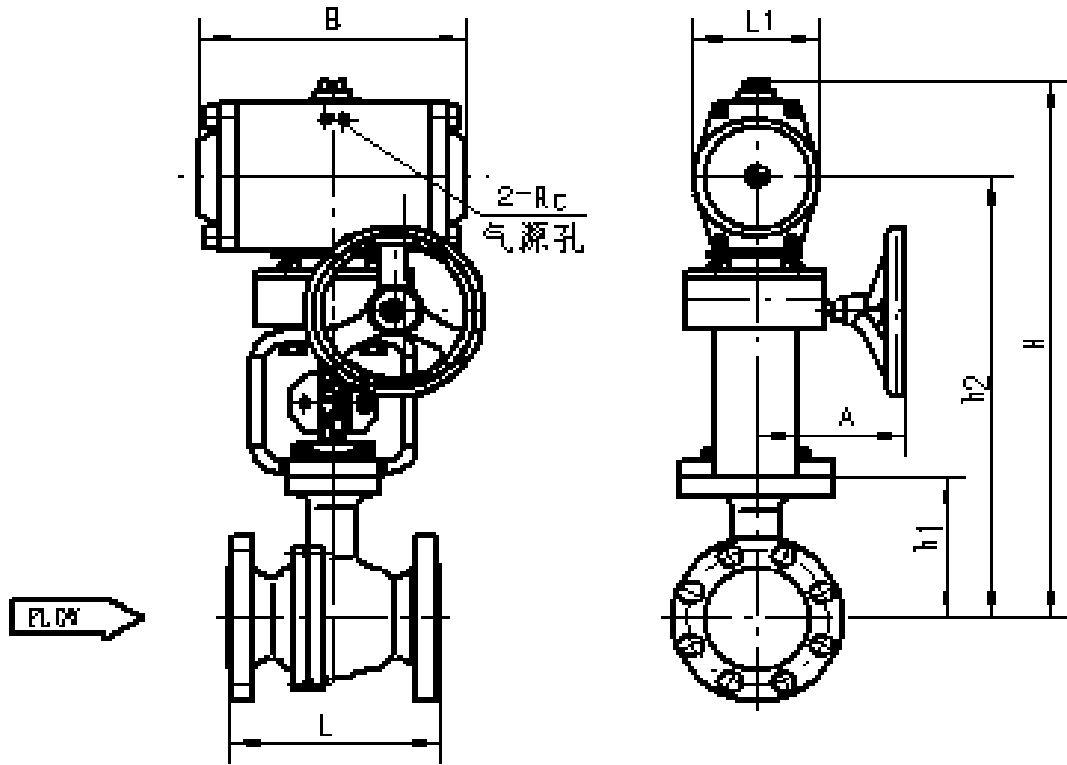

图 3 带手轮机构
2. 带手轮机构外形尺寸(单气控、双气控外形尺寸相同): 见图 3、表 8